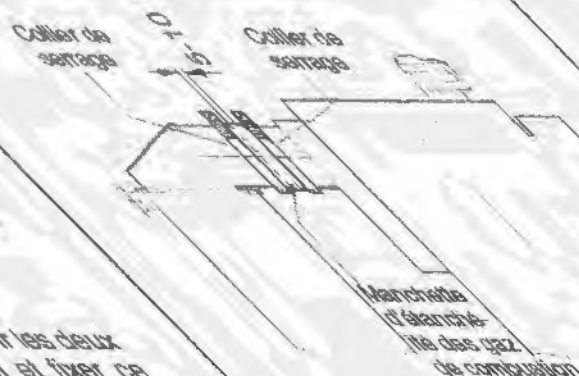

Fig. 7 Schéma de principe
- Ajuster les orifices de la chaudière et de l'échangeur de chaleur bout à bout à une distance de 5 à 10 mm l'un de l'autre (fig. 7). Pour le modèle GEB15, respecter la notice spécifique.
- Glisser la manchette d'étanchéité des gaz de combustion sur les deux orifices et la fixer avec deux colliers de serrage (fig. 7).